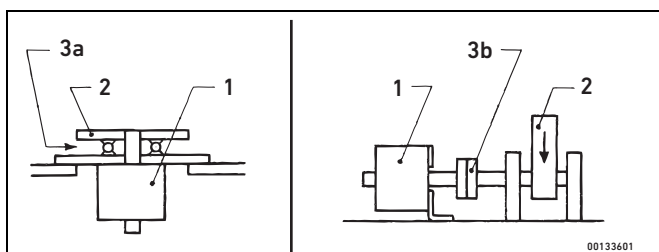

Fig. 3: Avlastning av höga belastningar
- Kontrollera att maximala värden för drivtryck samt radiell- och axiell belastning som anges i de tekniska specifikationerna ej överskrids. Vid större belastningar måste avlastning ske, se Fig. 3, axiell last (vänster) och radiell last (höger).